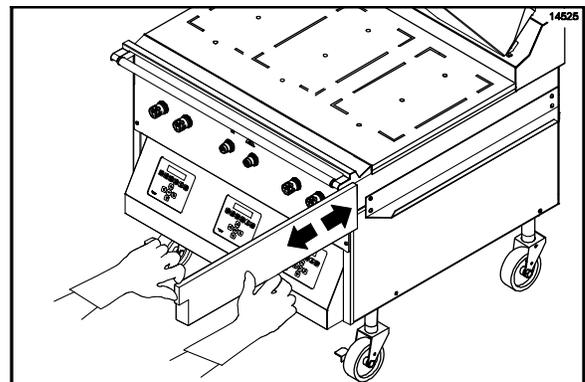

Figura 86
12. Quite, vacíe y vuelva a instalar las bandejas para grasa. (Vea la figura 86.)